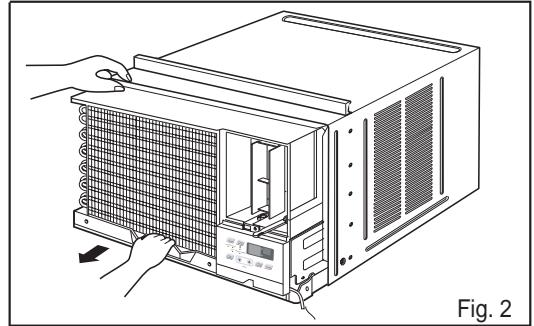

Fig. 2
- Tout en retenant le boîtier, glissez l'appareil hors du boîtier en tirant vers l'avant sur la poignée du réceptacle d'eau. (Fig 2)